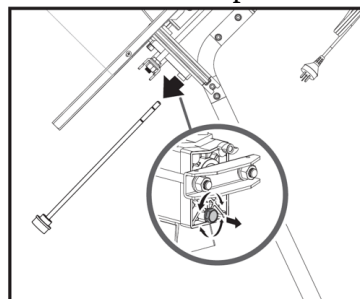

Fig. 16a
2. Retirez le boulon de vidange d'huile (9). Reportez-vous à la Fig. 16a.